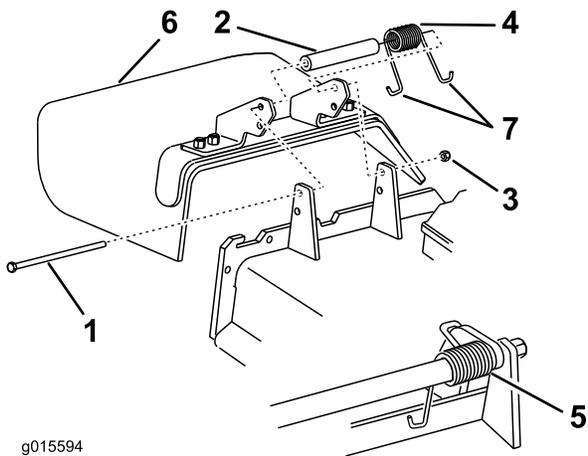

Figura 105
1. Togliete il dado di bloccaggio, il bullone, la molla e il distanziale che fissano il deflettore alle staffe orientabili del tosaerba (Figura 105). Togliete il deflettore di sfalcio se è danneggiato o consumato.
Nota: Verificate che un'estremità **J** della molla si trovi dietro il bordo del piatto di taglio prima di montare il bullone, come illustrato nella Figura 105.
3. Montate il bullone e il dado. Infilate un'estremità a gancio **J** della molla attorno al deflettore dello sfalcio (Figura 105).